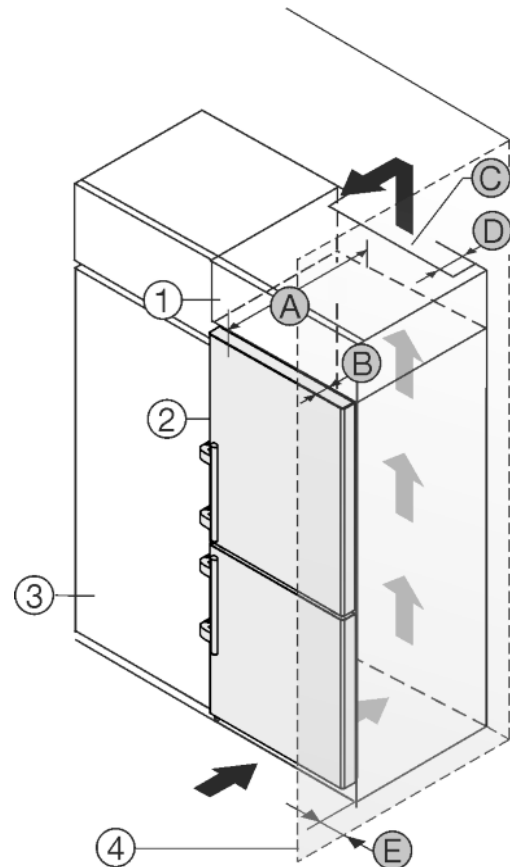

Fig. 50
Устройство может быть окружено кухонными шкафами. Чтобы уравнивать устройство Fig. 50 (2) по высоте с кухонной стенкой, можно установить над устройством дополнительный шкафчик Fig. 50 (1).
Установить устройство можно непосредственно рядом с кухонным шкафом Fig. 50 (3). Чтобы можно было полностью открыть двери, устройство должно выступать на глубину Fig. 50 (B) относительно передней стенки кухонного шкафа. В зависимости от глубины кухонных шкафов и использования пристенных распорок устройство может выступать и больше.
- На задней стенке дополнительного шкафчика должен быть вентиляционный канал с глубиной Fig. 50 (D) по всей ширине этого шкафа.
- Нужно соблюдать вентиляционное отверстие Fig. 50 (C) под нижней панелью.
Если устройство установлено на шарнирах у стены Fig. 50 (4), то нужно соблюдать расстояние Fig. 50 (E) между устройством и стеной. Настолько выступает ручка при открытой дверце.